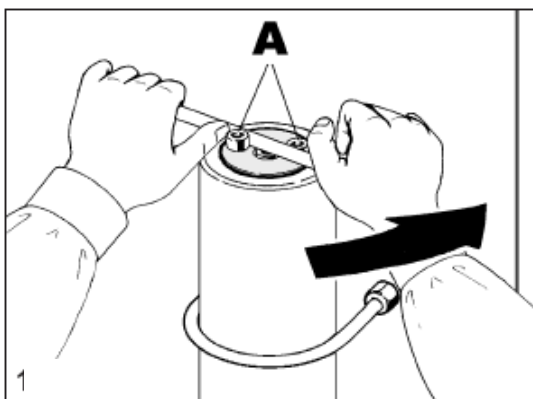

Рис. 31.
- отвинтить внешнюю крышку корпуса фильтрующей системы, используя рычаг между винтами "А" (Рис. 31);